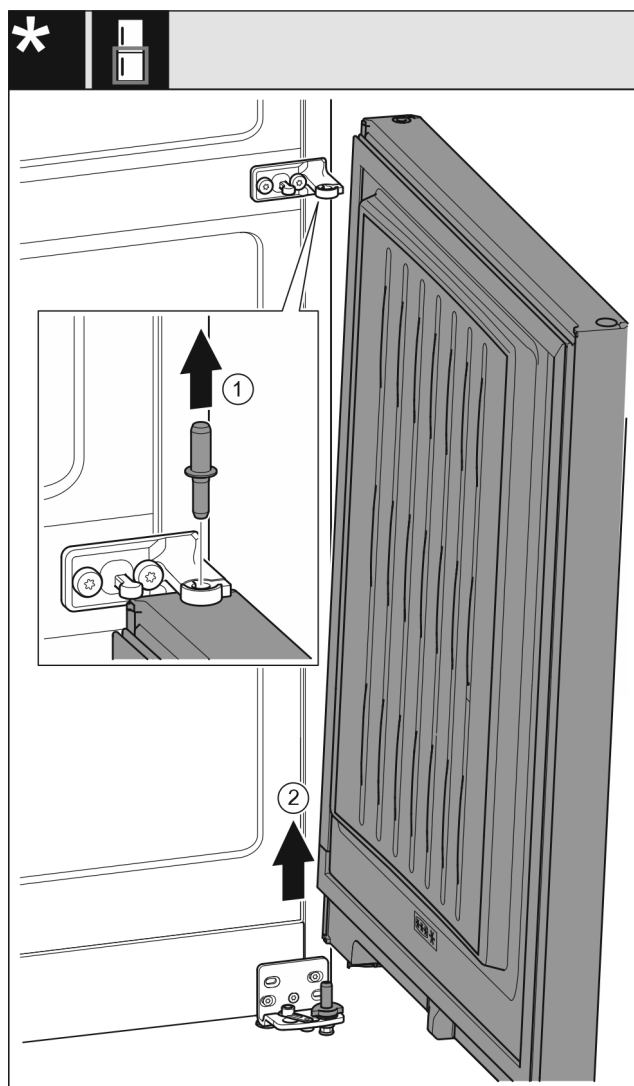

Fig. 11
- ▶ Trekk boltene av oppover. Fig. 11 (1)
- ▶ Sving ut døren, trekk den oppover og sett den til side. Fig. 11 (2)